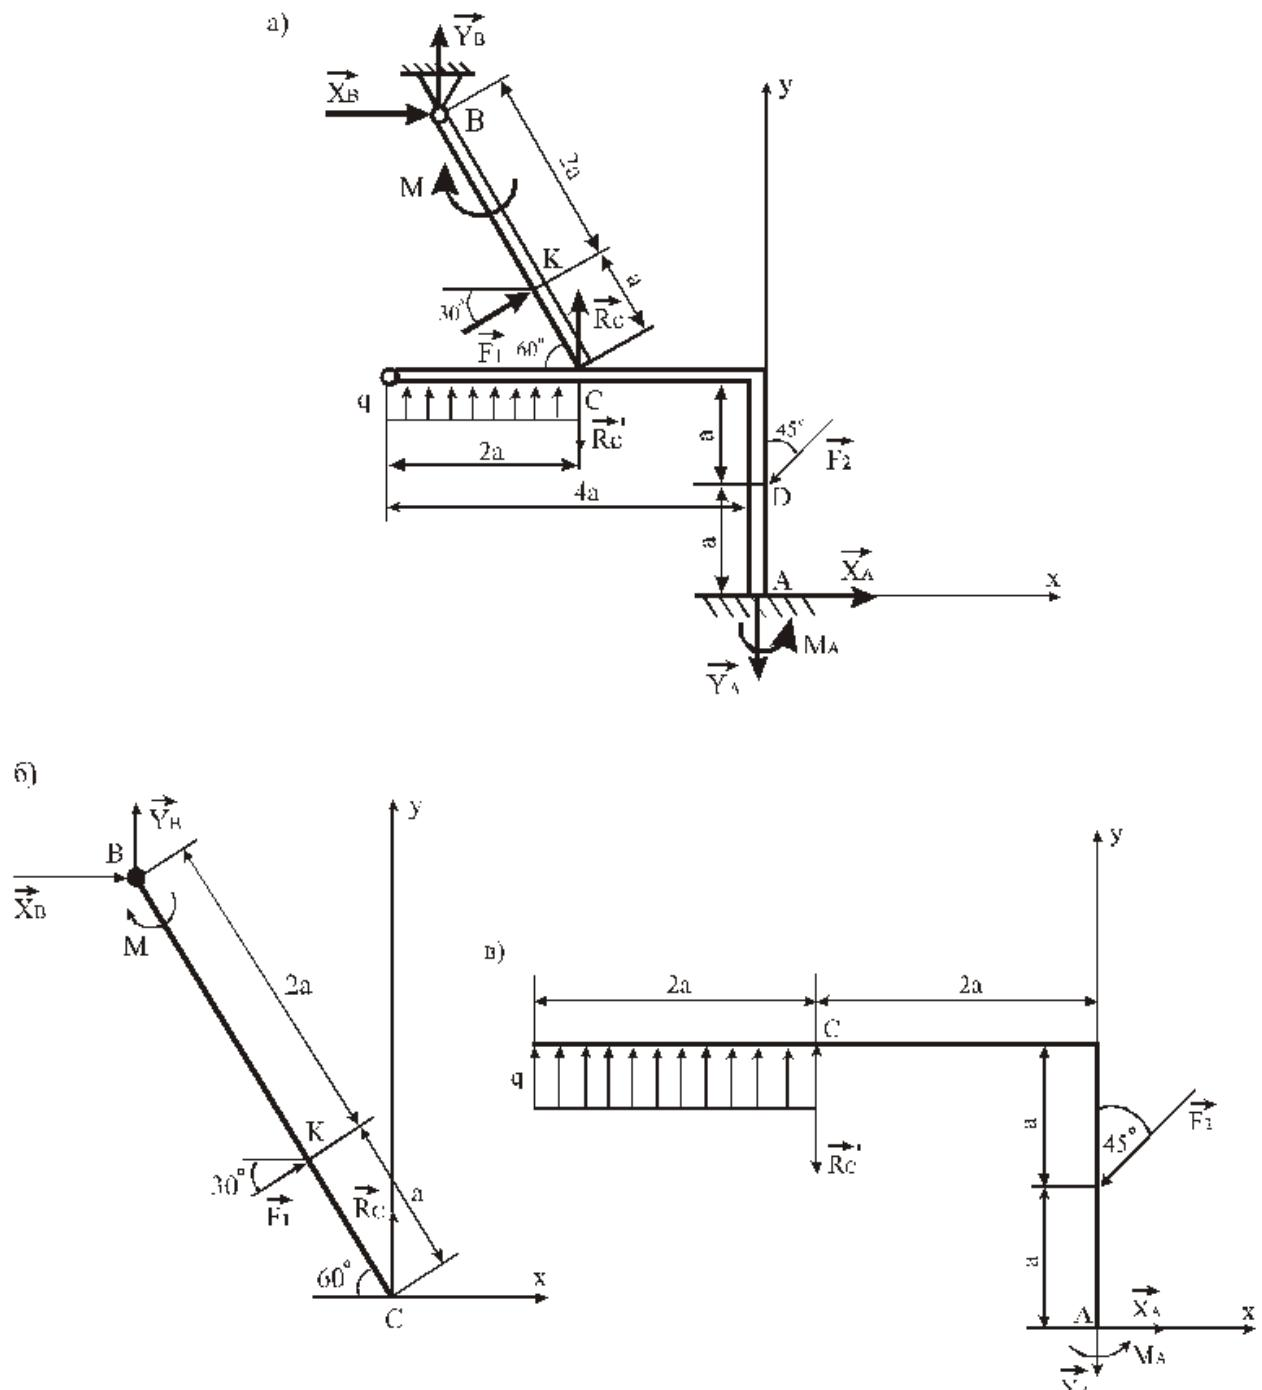

Рис.21
**Пример 9.** Конструкция (рис. 21) состоит из жесткого уголника и стержня, которые в точке С свободно опираются друг о друга. Внешними связями, наложенными на конструкцию, являются: в точке А – жесткая заделка, в точке В – шарнир. На конструкцию действуют: пара сил с моментом  $M = 80 \text{ кН}\cdot\text{м}$ , равномерно распределенная нагрузка интенсивности  $q = 10 \text{ кН}/\text{м}$  и силы:  $F_1 = 15 \text{ кН}$  и  $F_2 = 25 \text{kH}$ . При определении размеров конструкции принять  $a = 0,35 \text{ м}$ . Определить реакции связей в точках А, В и С.